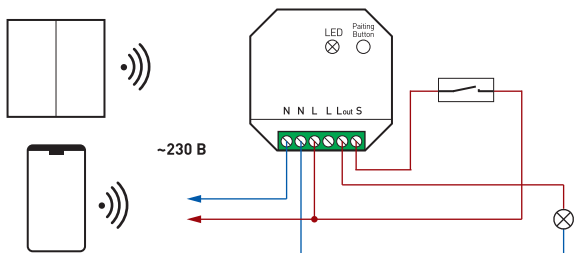

Рисунок 1. Пример схемы подключения диммера TY-601-72-PS-IN к светодиодным источникам и проводному выключателю
- 3.3. Подключите устройство согласно схеме на рис. 1.